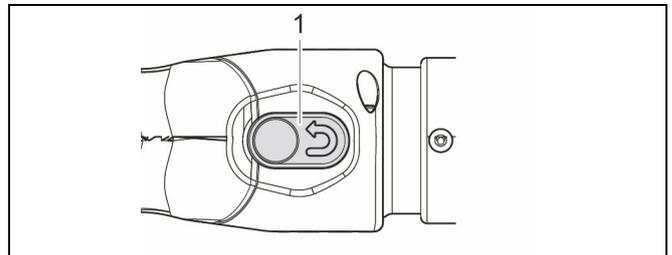

Fig. 12: Press Reset button
1. Press Reset button (Fig. 12/1).